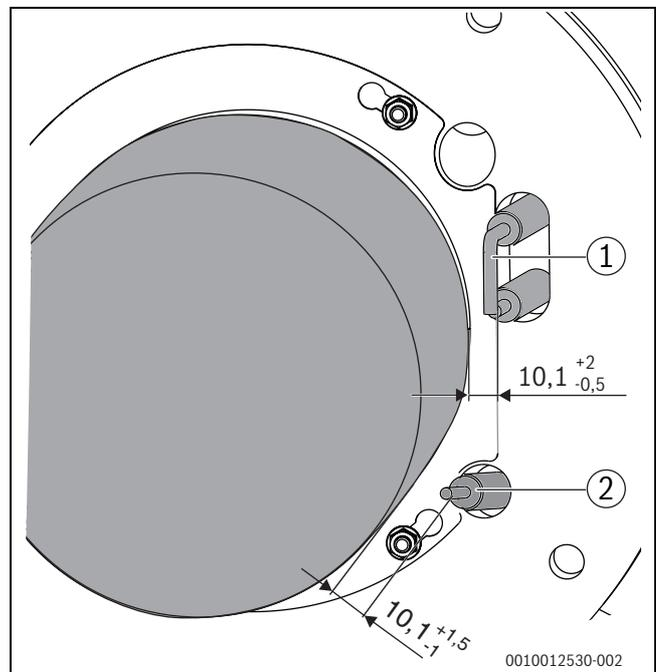

Fig. 60 Position des électrodes (dimensions en mm)
- ▶ Mesurer les espaces entre les électrodes et comparer avec les valeurs indiquées dans la figure 60.